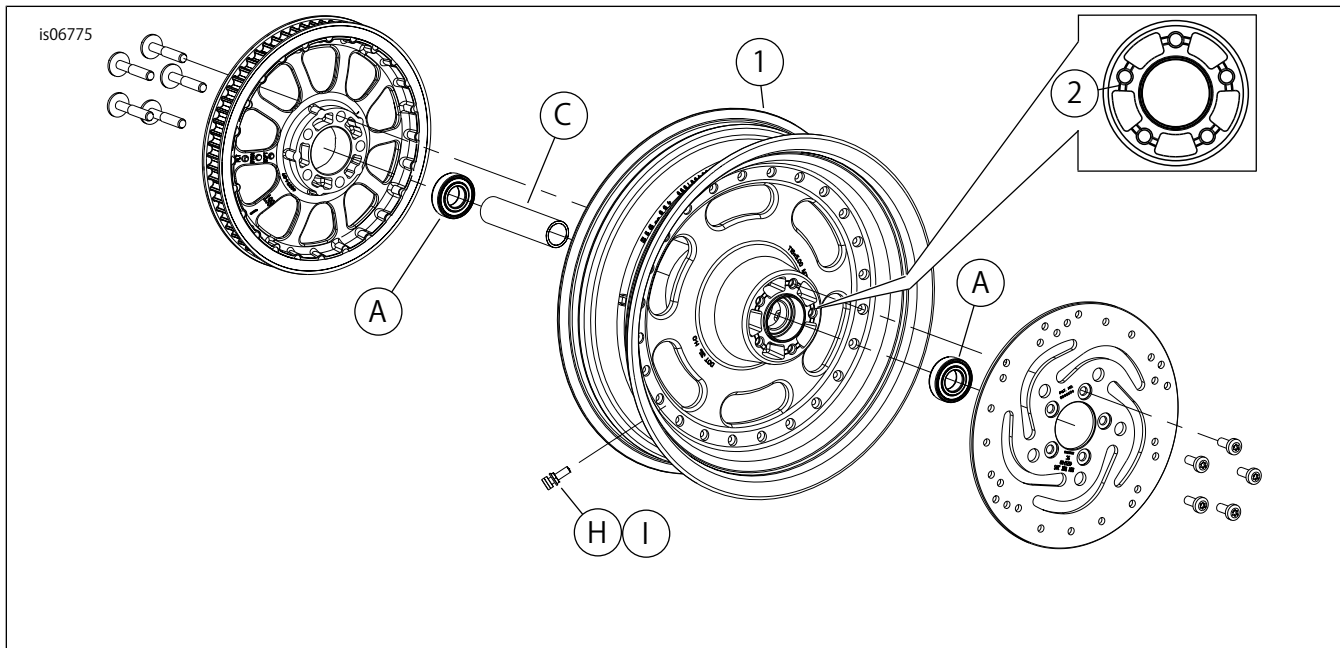

図1。交換用パーツ:FatBobカットバックリアホイール
2. 「図1」を参照してください。バルブシステムアッセンブリー(H)をホイールに取り付けます。サービスマニュアルを参照してください。